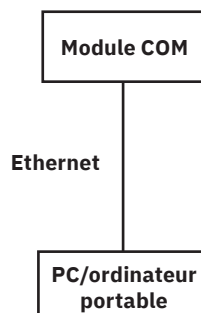

Figure 13 : Établissement d'une connexion directe avec un PC/ordinateur portable
- La configuration schématique est illustrée à la figure 13.